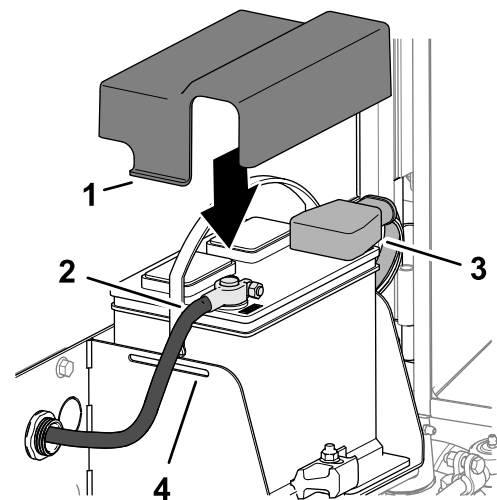

Figura 97
1. Conecte el cable positivo (rojo) al borne positivo (+) de la batería (Figura 97).